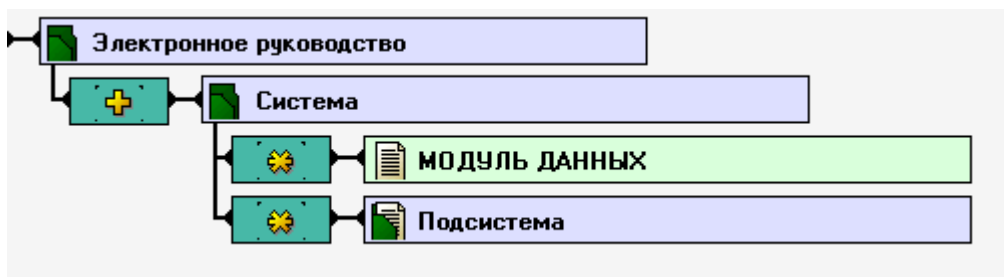

Рис. 2.45
Элемент **Система** рассматриваемого шаблона состоит из **Модуля данных** и **Подсистемы** (Рис. 2.45).
**Индикатор**  у элементов **Модуль данных** и **Подсистема** показывает, что элемент **Система** будущего проекта может не иметь совсем или иметь любое количество **Модулей данных** и **Подсистем** (Рис. 2.45).